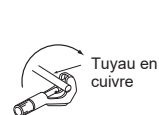

Fig. 1
- 3) Fixez le tube de canalisation sur la plaque de conduit à l'aide du contre-écrou. Le câble de connexion (D) de l'unité interne/externe qui apparaît à l'intérieur du tube de canalisation doit être inférieur à 7/8 in. (23 mm). (Fig. 1)
- 1) Coupez correctement le tuyau en cuivre avec un coupe-tuyaux. (Fig. 1, 2)